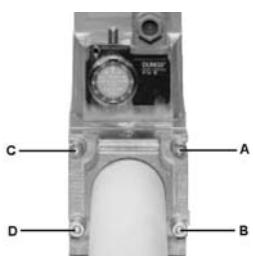

Рис. 12
3. Затянуть винты А, В, С и D (Рис. 10 - Рис. 12), соблюдая дистанции монтажа (Рис. 14);